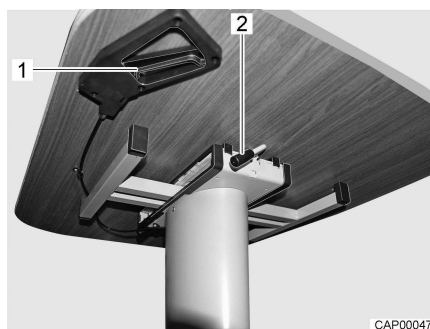

Fig. 41 Desplazar la mesa elevadora
- Girar la palanca (Fig. 41,2) hacia abajo hasta que se encuentre mostrando verticalmente hacia abajo.
- Girar la palanca (Fig. 41,2) hacia arriba hasta que el tablero de la mesa esté fijado.
- Tirar el botón corredizo de bloqueo (Fig. 41,1).
- Soltar el botón corredizo de bloqueo (Fig. 41,1). El tablero de la mesa permanecerá en la altura ajustada.